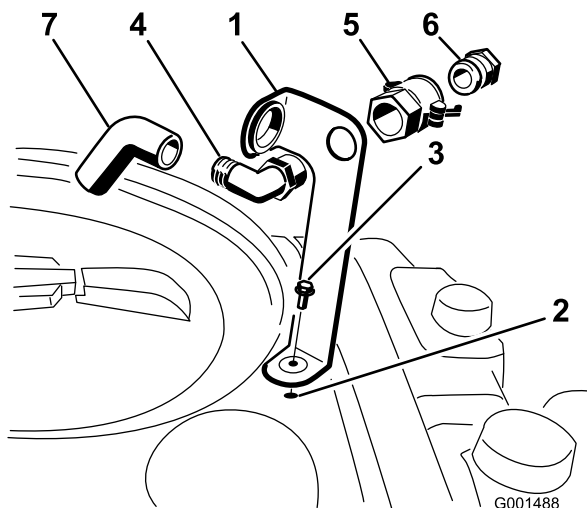

Figure 3
1. Placez le support de prise de remplissage au-dessus du trou fileté de la cuve et fixez-le avec un boulon à embase (5/16 x 3/4 pouce) (Figure 3).
2. Passez l'extrémité fileté du raccord coudé dans le trou du support et vissez-y le raccord rapide pour le fixer au support (Figure 3).
3. Raccordez l'adaptateur de flexible au raccord rapide (Figure 3).
4. Bloquez l'adaptateur en place en basculant les leviers vers l'adaptateur puis en les fixant en position avec les goupilles fendues (Figure 3).
5. Placez le flexible anti-siphonnage dans la grande ouverture du support et sur l'extrémité cannelée du raccord coudé 90 degrés (Figure 3).